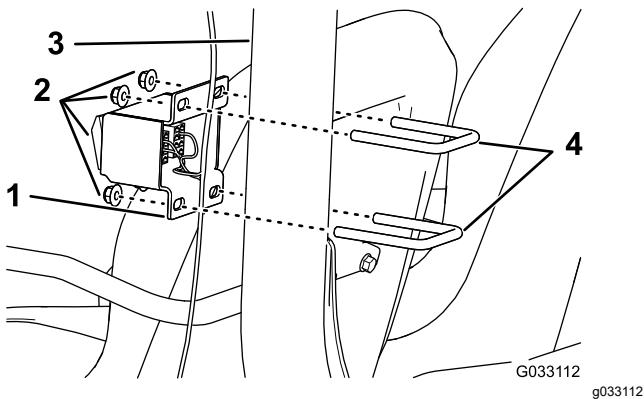

Рисунок 8
- На машинах Multi Pro 1750 и Multi Pro WM установите кронштейн переключателя на передней стороне узла конструкции ROPS с помощью 2 U-образных болтов (3/8 x 2-7/16 x 2-13/16 дюйма) и 2 фланцевых контргаек (3/8 дюйма), как показано на Рисунок 8.